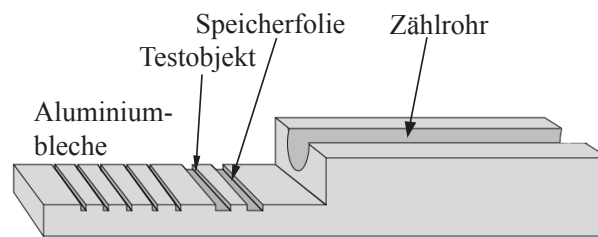

Abbildung 5.2.2: Halter für die Experimente zum Schwächungsgesetz (Zählrohr und Aluminiumbleche werden erst im nachfolgenden Experiment benutzt).
- Setzen Sie das Testobjekt in den Halter ein (Abb. 5.2.2) und die Folie hinter das Objekt so, dass die hellblaue bzw. weisse Seite der Folie zum Objekt hin zeigt.¹⁹
- Die Röntgenaufnahme soll mit einer Anodenspannung von **17 kV** und einem Emissionsstrom von **1 mA** aufgenommen werden. Stellen Sie diese Werte mit den Tastern **U** (2) und **I** (3) und dem Drehknopf (1) ein.
- Stellen Sie mithilfe des Tasters **Δt** (4) und des Drehknopfes (1) eine Belichtungszeit von **25 Sekunden** ein.
- Sie starten die Aufnahme mit dem Taster **SCAN** (8) (nicht mit dem Taster **HV!**).